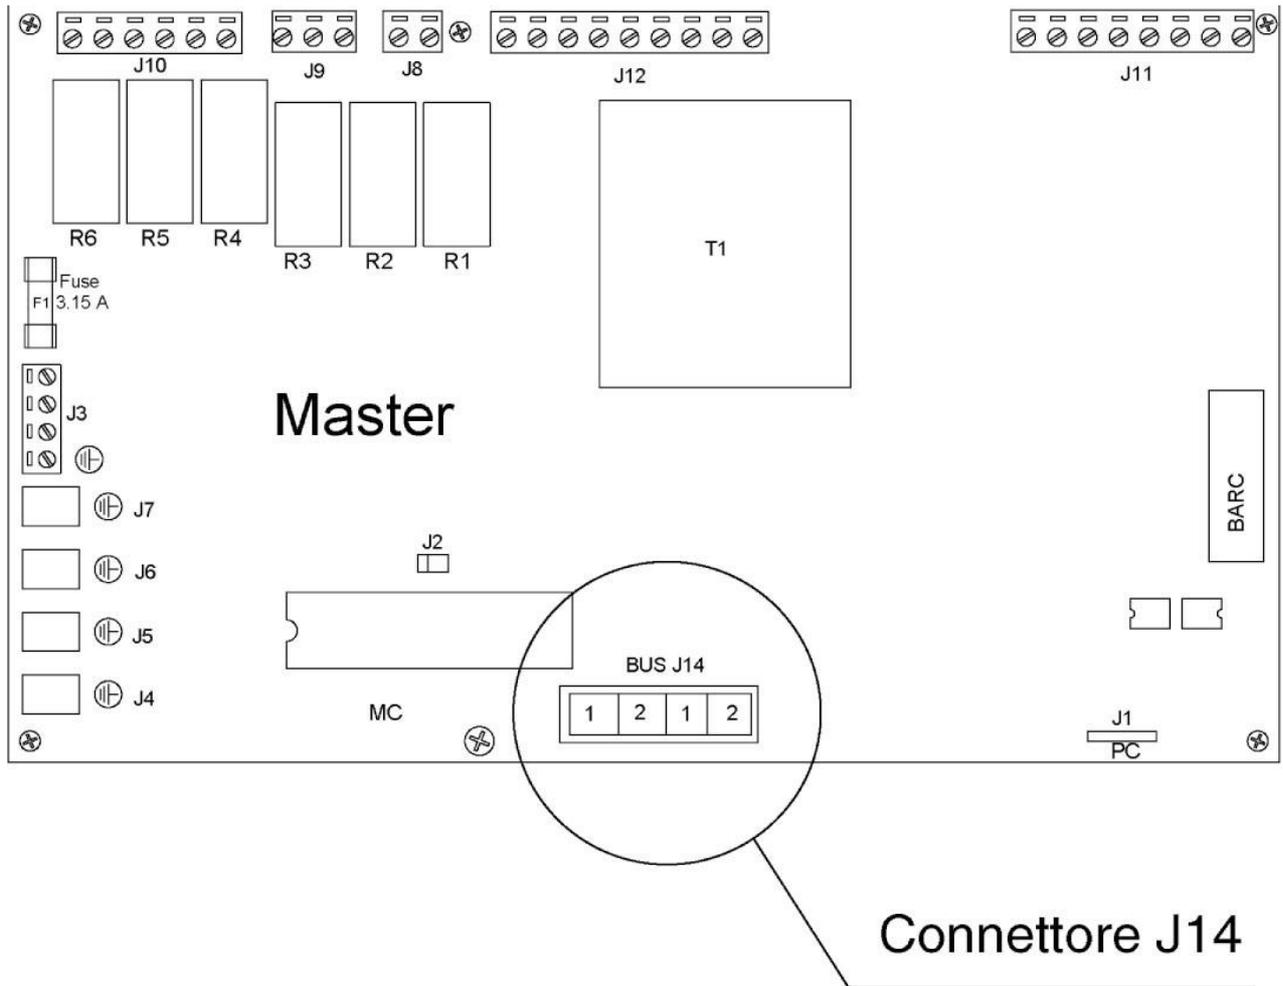

Figura 23
- Disconnettere il connettore J14 a 4 poli dalla scheda Master (Figura 23);